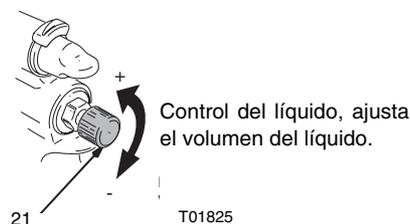

FIG. 4
- 3 Si se necesita un ajuste de líquido ulterior, gire la perilla de ajuste del líquido (21) en el sentido de las agujas del reloj para reducir el volumen de salida de líquido. Fig. 4.